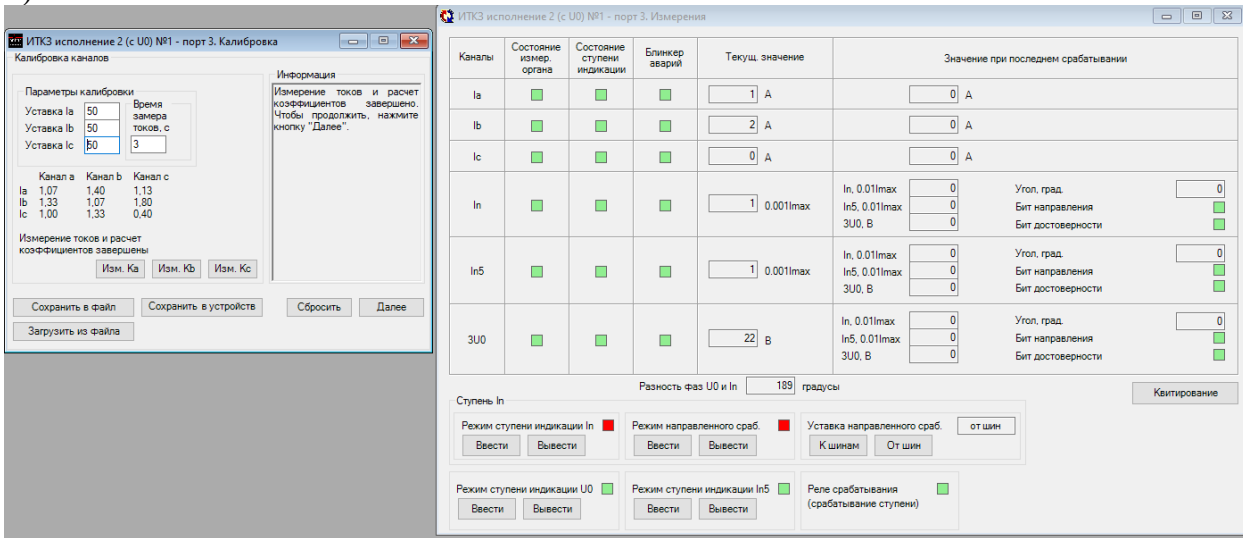
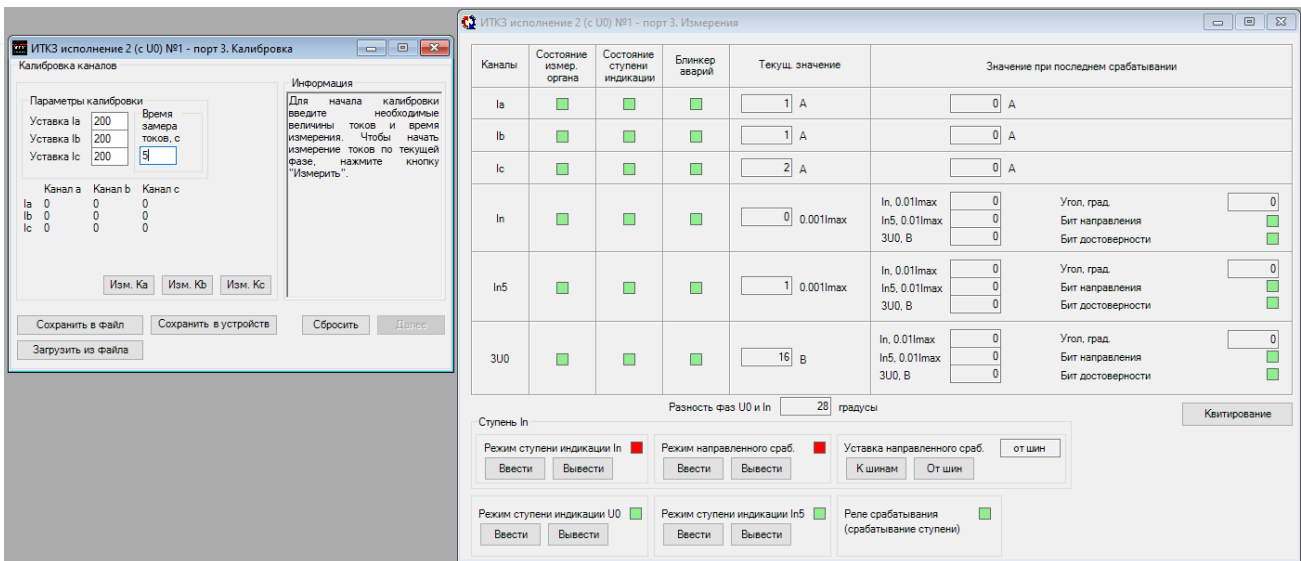

Рисунок 5.8 – Измерение токов в «УниКоне»: а) Канал а; б) Канал б; в) Канал с
Рисунок 5.9 – Задание уставок тока в «УниКоне»
2. Подключить устройство в соответствии с рисунком 5.7. Обеспечить протекание тока через шину «А». Значение протекающего тока вписать в поле «Уставка Ia» (рисунок 5.9). Нажать на кнопку «изм. Ka» – измерение фазы «А». Данные действия повторить с фазами «В» и «С». Программа измеряет 9 значений токов по 3 для каждой фазы (рисунок 5.8а, б, в).